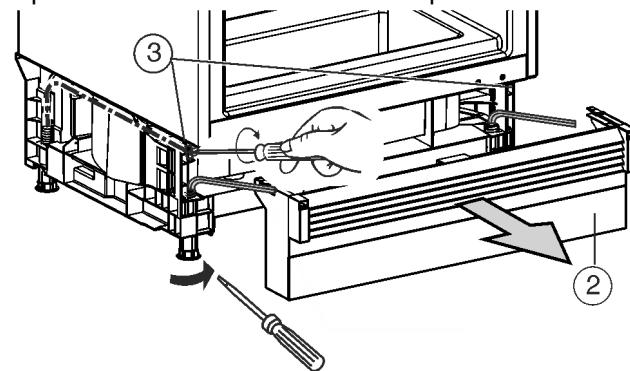

Fig. 10
- ▶ Tirer en avant la plinthe Fig. 10 (2) pour la retirer.
- ▶ Dévisser en diagonale les pieds arrière Fig. 10 (3) avec un tournevis et les pieds réglables avant avec une clé mâle de 8 juste au-dessous du plan de travail.
- ▶ Dévisser à fond en diagonale les pieds réglables arrière Fig. 10 (3) avec un tournevis et les pieds réglables avant avec une clé mâle de 8 (pour des pieds réglables vissés) ou un tournevis (pour des pieds réglables dévissés). Le décalage maximum est de 1-31/32 " (50 mm).